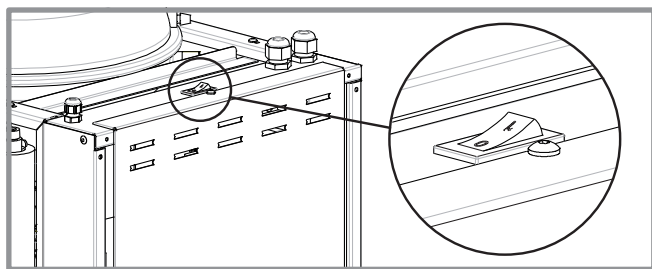

figure 6 - Interrupteur mise en service
- Enclencher l'interrupteur mise en service de la PAC (figure 6).